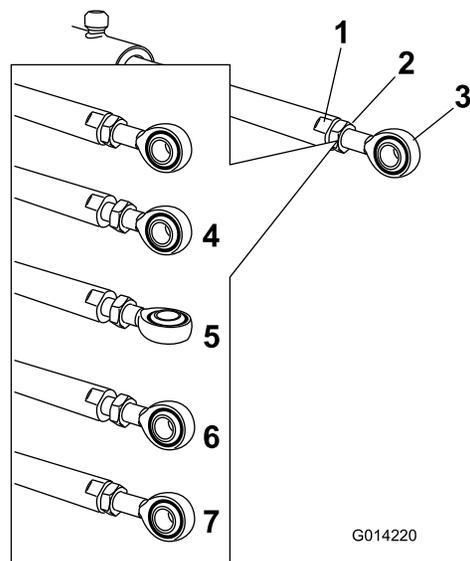

図 14
5. アクチュエータロッドの平たい面にスパナをあてがって回転しないように押さえ、ジャムナットをゆるめて、アiletトロッドを回せるようにする図 14。
6. Ailetトロッドを回転させてアクチュエータを希望の長さに調整する図 14。